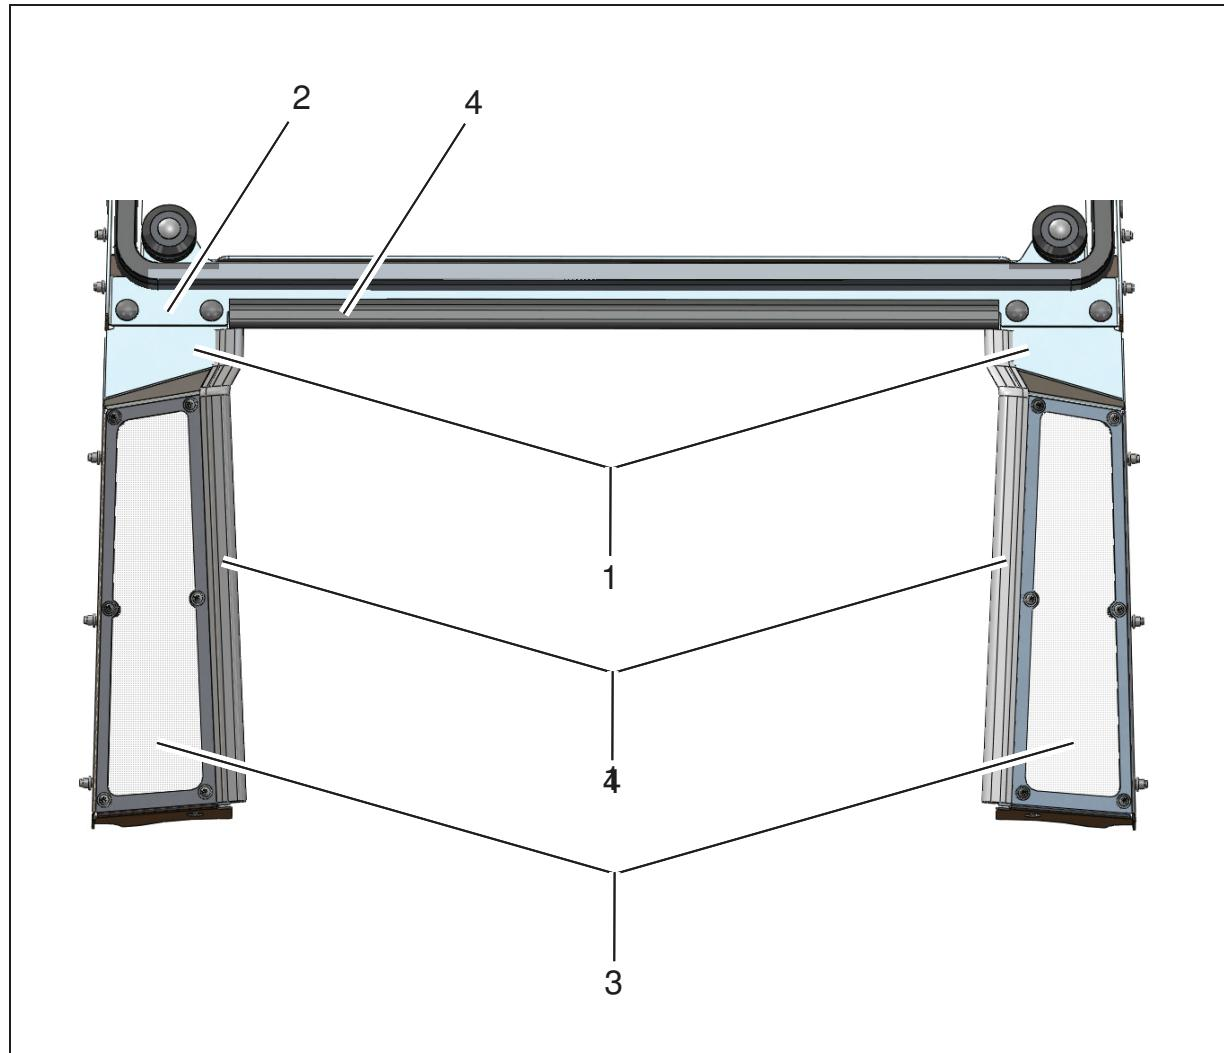

Abb.4
- Linken und rechten Plexiglasrahmen (Abb. 4/1) am Türrahmen des Fahrschutzdaches montieren.
- Querstrebe (Abb. 4/2) am Plexiglasrahmen montieren.
- Linke und rechte Plexiglasscheibe (Abb. 4/3) montieren.
- Kantenschutz (Abb. 4/4) am Plexiglasrahmen und an der Querstrebe anbringen.